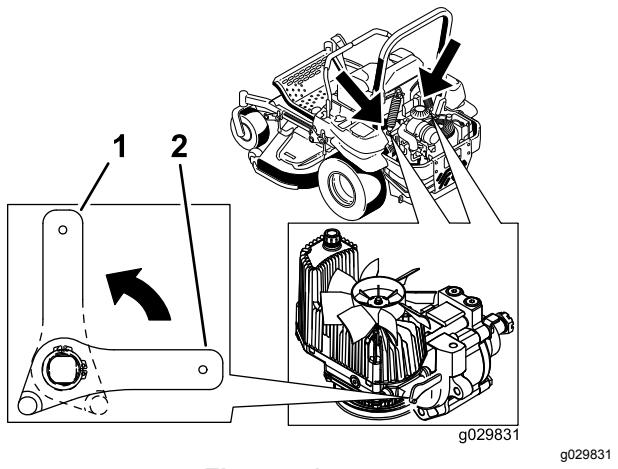

Figure 41
- Tournez les leviers des vannes de déblocage en position verticale pour pousser la machine (Figure 41).
- Tournez les leviers des vannes de déblocage en position horizontale pour utiliser la machine (Figure 41).